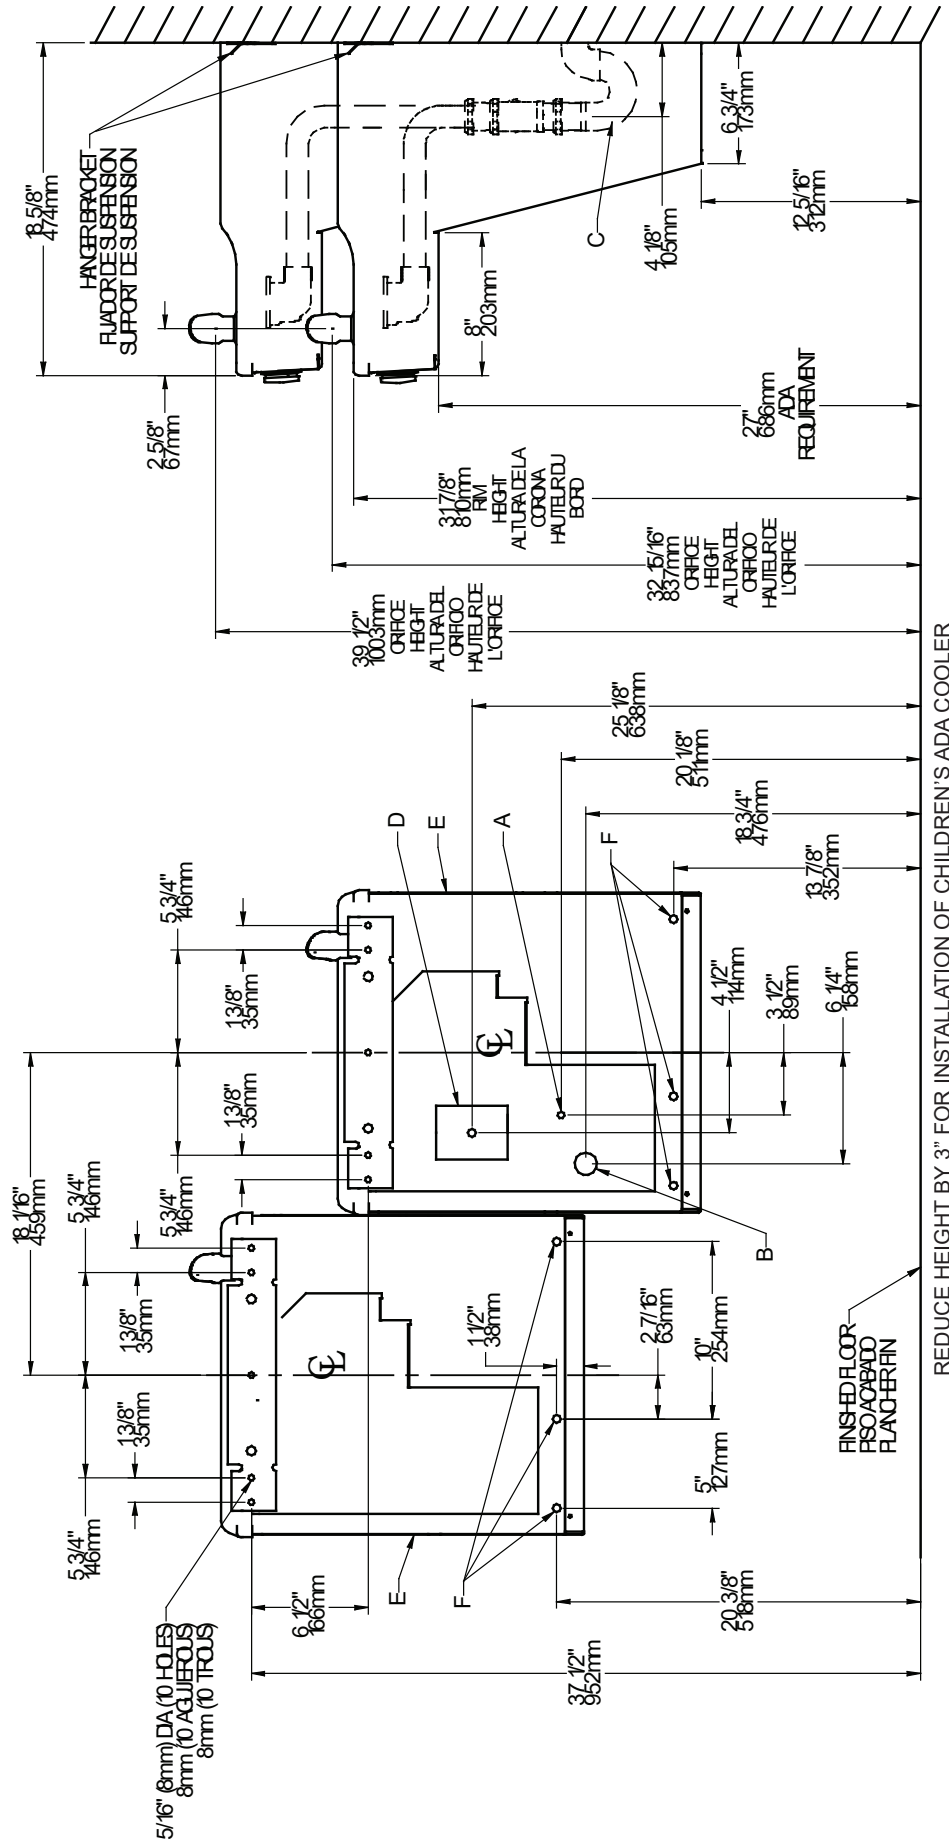

FIG. 2
- 1) Remove hanger bracket fastened to back of cooler by removing one (1) screw.
- 2) Mount the hanger bracket and trap as shown in Figure 2 or 3.
- 4) Hang the cooler on the hanger bracket. Be certain the hanger bracket is engaged properly in the slots on the cooler back as shown in Figure 2 or 3.
- 5) Loosen the two (2) screws holding the lower front panel at the bottom of cooler base and two (2) screws at the top (**Use torx bits sold separately**). Remove the front panel and set aside.
- 1) Quite el fijador de suspensión sujetados a la parte posterior del enfriador quitando un (1) tornillo.
- 2) Monte el fijador de suspensión y quite el purgador como se muestra en la Fig. 2 o 3.
- 1) Retirez le support de suspension à l'arrière du refroidisseur en enlevant une (1) vis.
- 2) Installez le support et le siphon tel qu'indiqué à la fig. 2 ou 3.
- 4) Installez le refroidisseur sur le support en vous assurant que ceux-ci sont bien installés dans les fentes à l'arrière du refroidisseur tel qu'indiqué à la figure 2 ou 3.
- 5) Dégagez les deux (2) vis retenant le panneau inférieur avant au bas de la base du refroidisseur ainsi que deux (2) vis sur le dessus (**Employez le peu Torx vendu séparément**). Retirez le panneau avant et mettez-le de côté.